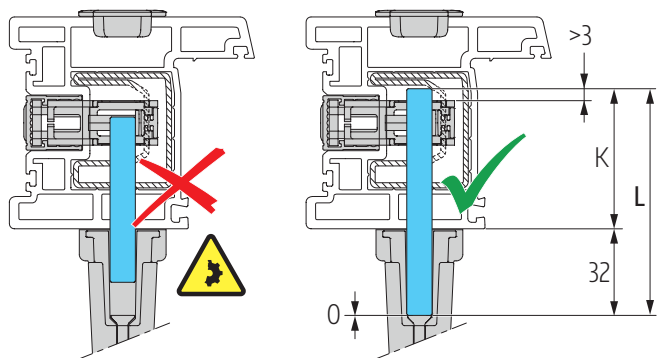
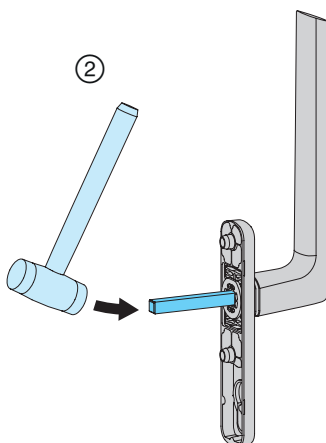
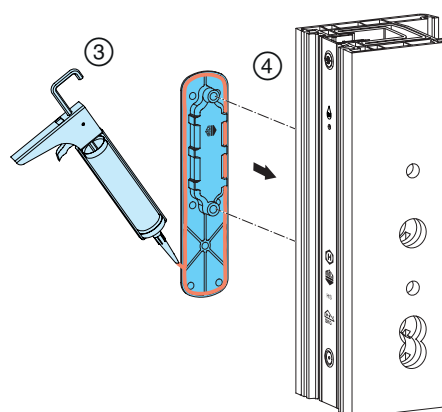

Abb. 30
Abb. 32
Abb. 33
- ② Vierkant mit Schonhammer in Rastbuchse der Griffrosette einschlagen; **Abb. 32.** (**Abb. 30** beachten).
- ③ Muschelgriff mit Silikon umlaufend abdichten und
- ④ in Flügelausfräsung positionieren; **Abb. 33.**